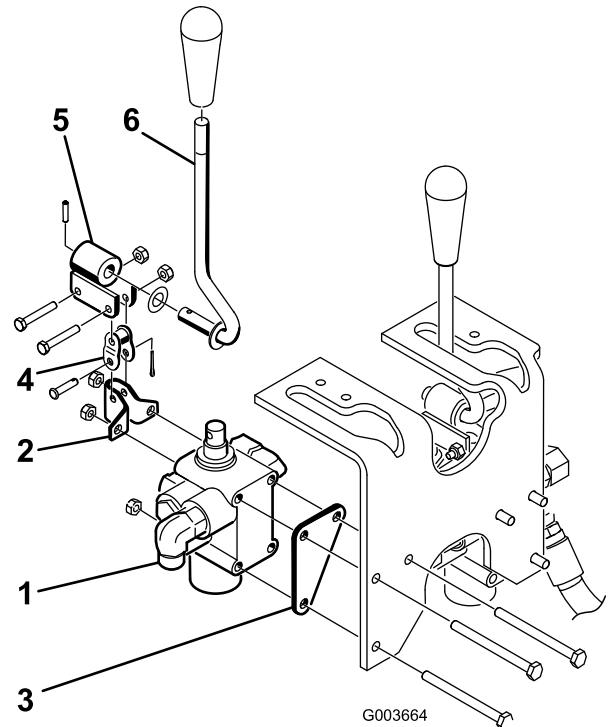

Bild 5
3. Montieren Sie den Drehhebel mit zwei Schrauben (Nr. 10 x 1-1/4 Zoll) und 2 Sicherungsmuttern (Bild 5) lose an der Ventilschule und am Kröpfglied. Ziehen Sie sie noch nicht fest.
2. Befestigen Sie das Ventil, die Schwenkhaltung und die Ventilplatte mit 3 Schrauben (1/4 x 3 Zoll) und 3 Sicherungsmuttern am Rahmen (Bild 5). Positionieren Sie die Ventilplatte beim Montieren gegen die Vorderseite des Rahmenglieds. Ziehen Sie auf 10,2 bis 12,4 Nm an.